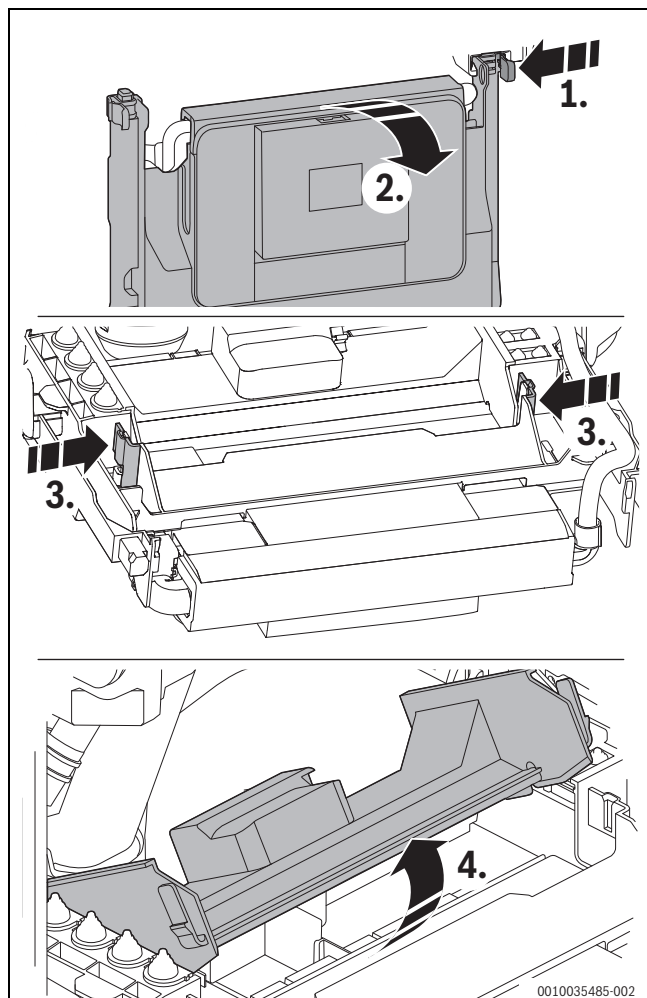

Bild 46 Steuergerät öffnen
- ▶ Steuergerät nach unten klappen (→ Bild 46).